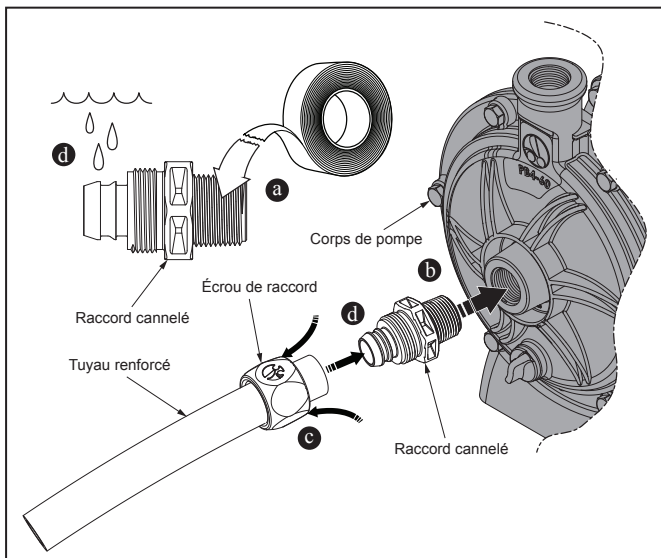

Figure 5. Préparation et installation du raccord cannelé Quick Connect et écrou de raccord
1. Installer la pompe en utilisant deux (2) chevilles d'expansion en béton pour assurer la stabilité.
2. Appliquer quatre (4) à six (6) tours de ruban Teflon® au filetage conique du raccord cannelé. Voir figure 5 (a).
3. Visser et serrer le filetage conique du raccord cannelé dans le port de la pompe du corps de pompe. Voir figure 5 (b).
5. Glisser l'écrou de raccord sur l'extrémité coupée du tuyau avec l'extrémité filetée orientée vers l'extrémité coupée du tuyau. Voir figure 5 (c).
6. Mouiller le raccord cannelé pour permettre au tuyau de glisser sur les cannelures. Appuyer le bord coupé du tuyau de sorte à recouvrir complètement le raccord cannelé. Voir figure 5 (d).